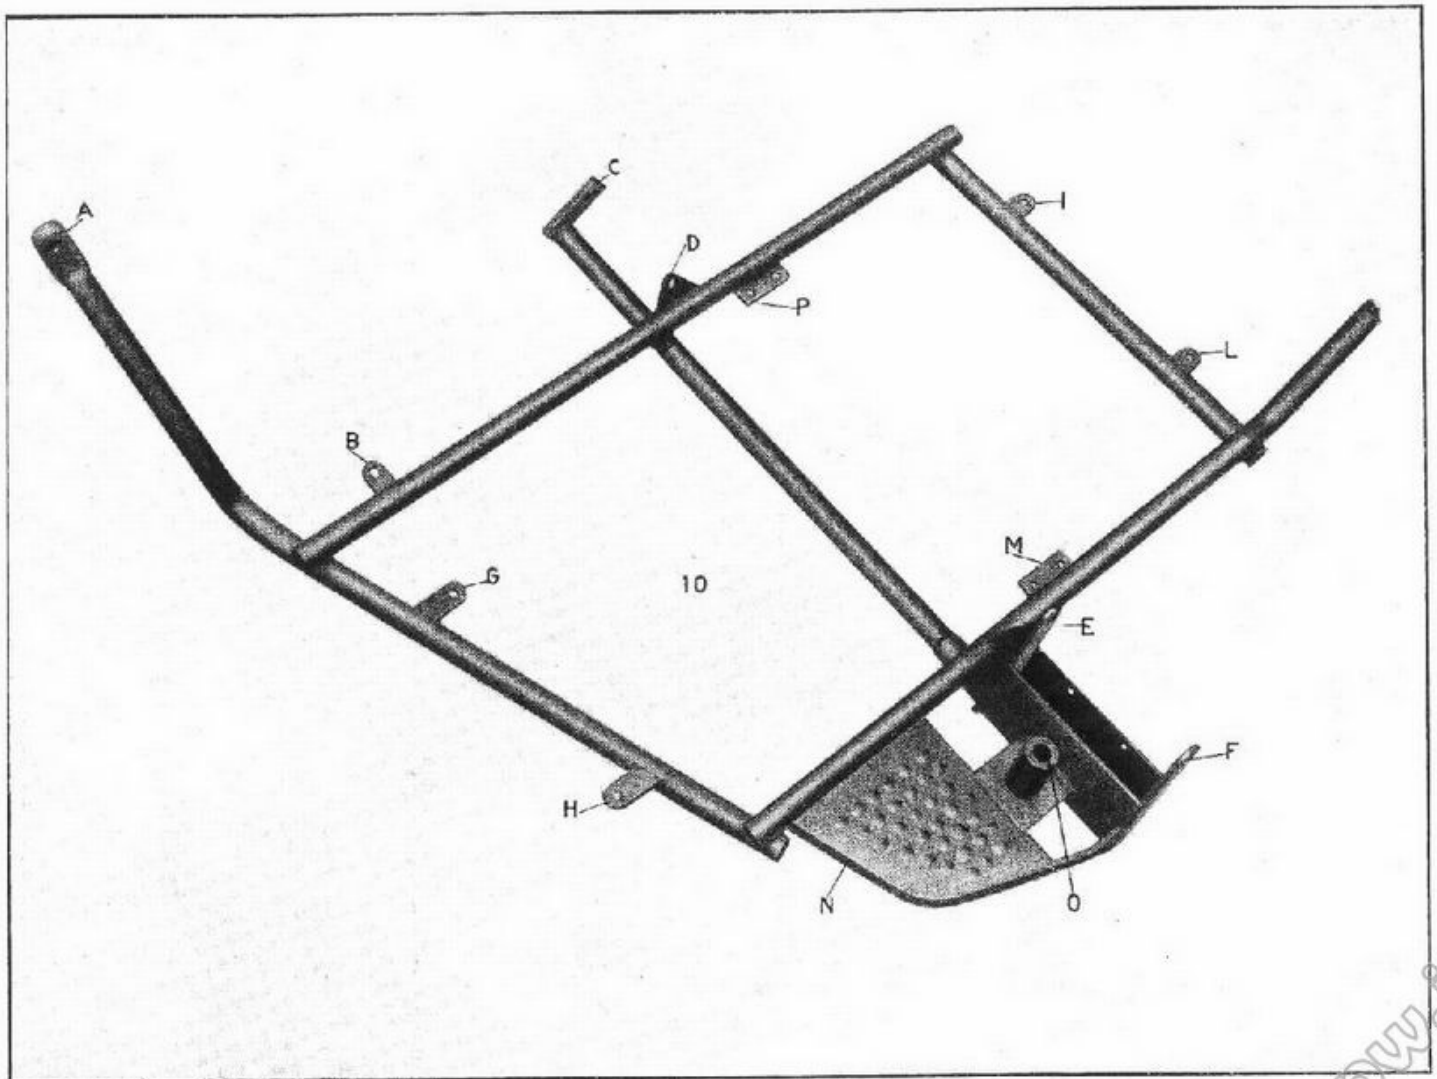

Fig. 8 - Telaio del carrozzino nudo
A) Il tubo anteriore del telaio del carrozzino è fissato mediante il bullone 10 con relativi dadi 11, all'occhio (A) che si trova sotto la pipa di sterzo.
B) Il tubo di destra del telaio del carrozzino è munito di un'orecchia (B), (*fig. 8*). Mediante il bullone 15 con dado 16 questa orecchia si collega col tubo 13 che è internamente filettato ed entro il quale si avvita il pezzo 12 che non è altro che un bullone avente un occhio al posto della normale testa esagonale. Questo bullone viene collegato (mediante il bullone 17 e dado 18) col dado 19 che è provvisto di due orecchie affiancate tra le quali s'incastria l'occhio del pezzo 12. Il bullone di cui il pezzo 19 forma il dado è ancora quello dell'Alce. La serie dei pezzi descritti ancorano l'orecchia (B) (*fig. 5 e 8*) del telaio del carrozzino colla moto. Ciò avviene al punto (B) ove (nel lato sinistro della moto) la scatola che contiene
destra (dadi all'interno). Montare il pezzo 20 introducendo la parte filettata di esso nel foro (C) (fig. 5) ed infilandone il foro inferiore sull'estremità sinistra del bullone speciale 23. Serrare poi i dadi 21 e 24. Sotto il dado 21 va la ranella 22. Sostituire il normale dado del bullone che si trova punto (D) (fig. 5) (sotto la sella), collo speciale dado 36 a due orecchie. Queste devono essere orientate verticalmente. Fare il collegamento in (A) (fig. 5) valendosi del bullone 10 e dado 11. Collegare l'estremità destra del tubo trasversale mediano col pezzo 20 mediante il bullone 28 che va introdotto (dall'interno) nel foro centrale del pezzo 20 e nella feritoia esistente in capo al tubo trasversale. Montare poi la ranella 30 e serrare col dado 29. Comporre nell'ordine descritto il braccio di collegamento al punto (B) regolandone la lunghezza di modo che i fori estremi del detto braccio di collegamento, vengano a corrispondere ai rispettivi fori del pezzo 19 e dell'orecchia (B) (fig. 8)
del telaio. Montare poi il braccio fissandolo coi bulloni 15 e 17. Comporre nell'ordine retro descritto il braccio di collegamento in (D) regolando la lunghezza in modo tale che la moto rimanga in posizione verticale (e non pendente verso il carrozino). Montare poi il detto braccio collegamento. L'occhio del pezzo 31 va incastrato entro le orecchie del dado 36 e fra le due orecchie del pezzo 32 va ad incastrarsi l'orecchia (D) (fig. 8) del telaio del carrozino. Fare la giunzione coi bulloni 37 e 34. Dado 38 indietro dado 35 in basso.
(vedere fig. 8)